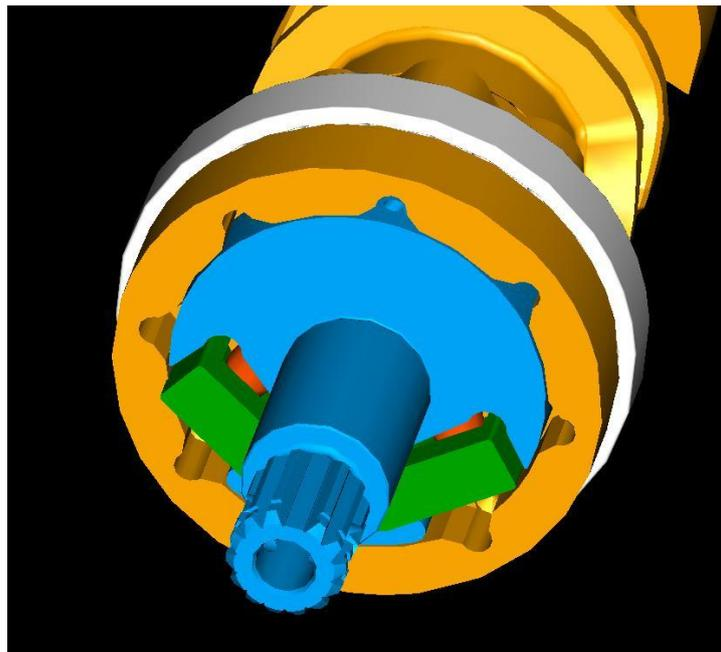

Bild 6
- Die Federn mit den Klinkensteinen zusammendrücken und wie im Bild 6 ersichtlich in der Schaltwalze positionieren.